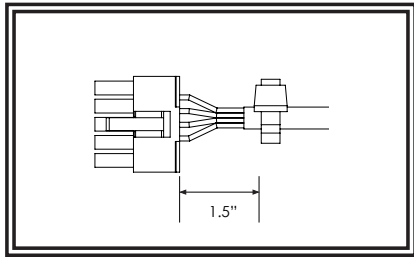

FIGURE 5
5. Mettez une attache mono-usage de 1,5 po à partir de la base des connecteurs illustrés à la Figure 5. L'attache mono-usage ne doit pas pouvoir glisser sur le câble. Coupez l'excès de l'attache mono-usage.